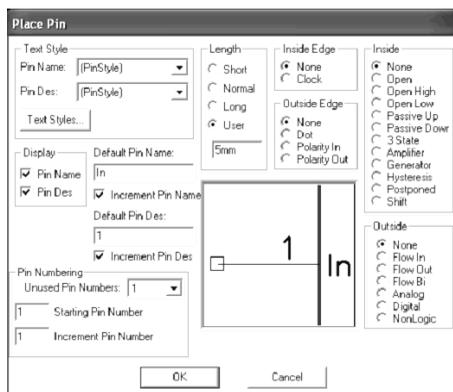

Рисунок 3.5
- Проставить выводы логического элемента. Входные выводы установить слева, а выходные — справа. Для этого выполнить команду **Place Pin** (Вывод). Откроется диалоговое окно Place Pin. В нем в поле Length (Длина) установить флажок в окне User (Пользователь) и задать длину вывода 5 мм. В областях Inside Edge (Входной вывод), Outside Edge (Выходной вывод), Inside, Outside установить значение None (Нет). В поле Default Pin Name (Имя вывода) ввести имя вывода — In. В поле Default Pin Des (Обозначение вывода) ввести номер вывода 1. Нажать на кнопку ОК (рисунок 3.5). После этого установить вывод, щелкнув ЛК, а затем ПК (правая кнопка мыши).
6 Записать созданный элемент в библиотеку элементов. Для этого необходимо выполнить команду **Save** и в появившемся окне щелкнуть кнопку Library. Затем выбрать созданную ранее библиотеку *****.lib**. В поле Symbol набрать имя элемента «VT», а в графе Component – тип транзистора «КТ3102Г» и нажать кнопку ОК (рисунок 3.5).